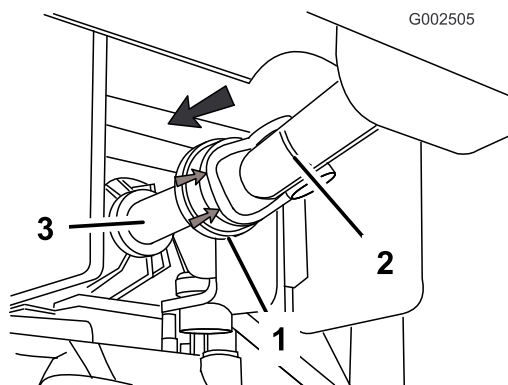

Bild 23
- Ziehen Sie die Gummihäube vorne am Zapfwellenantrieb (ZWA) nach hinten (Bild 23).
- Montieren Sie die Antriebswelle auf der ZWA-Abtriebswelle (Bild 23).